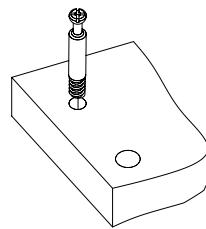
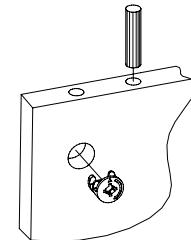

Рис.1
Рис.2
- Подготовьте детали к сборке. Вкрутите шпильки минификсов в детали 1, 2, 3, 4, 16, 17, 18 (Рис.1). Вставьте головки минификсов в детали 1, 2, 5, 6, 7, 8, 14, 15. Вбейте шканты в соответствующие торцевые отверстия деталей 1, 2, 3, 5, 6, 7, 8, 14 (Рис. 2).